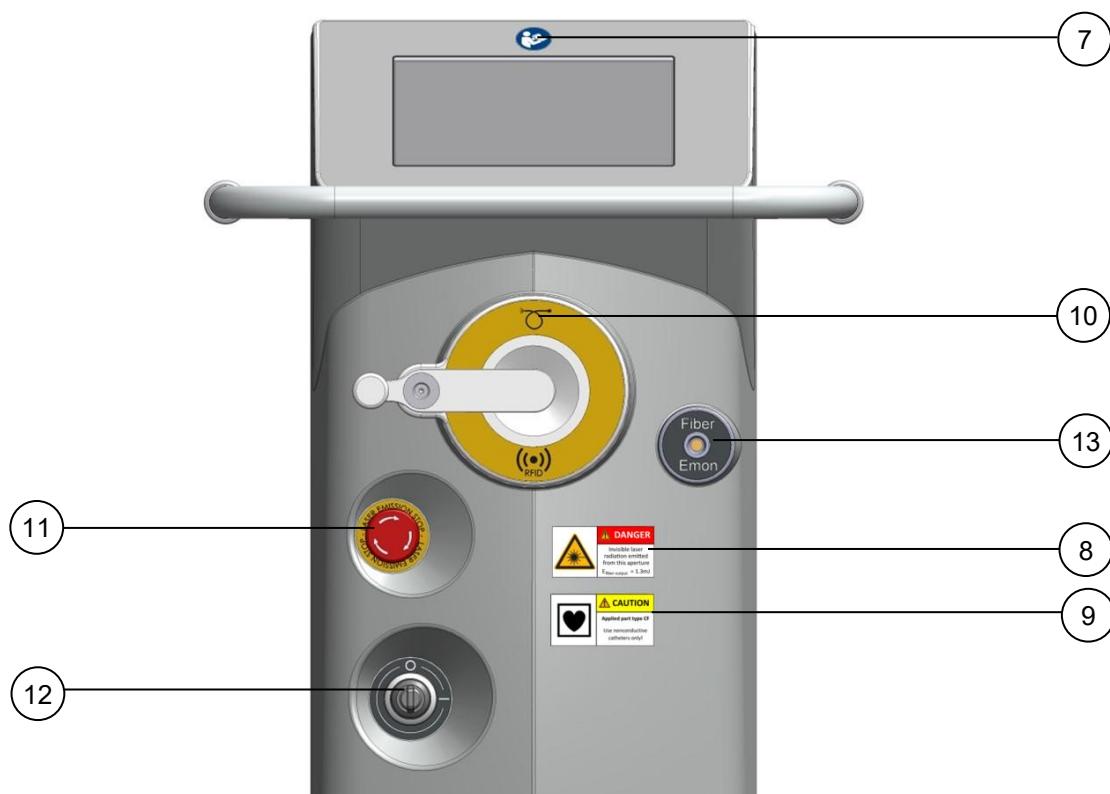

図 2-2：前面図
7.	取扱説明書を参照してください。 ラベルはレーザーの前面、タッチパネルの上部にあります（図 2-2 参照）。
8.	レーザー警告識別標識は、当該位置においてレーザー放射が放出されることを警告するものです。 当該ラベルは、レーザービーム開口部近傍のレーザー装置前面に設置されています（図 2-2 参照）。
9.	除細動耐性 CF 形適用部 CF 形ファイバーのみ接続可能。非導電性カテテルのみ使用可。 本ラベルは、フロントパネル上の該当する接続部の下に表示されています（図 2-2 参照）。
10.	ファイバー接続部 本ラベルは、フロントパネル上の該当する接続部の上に表示されています（図 2-2 参照）。  RFID（無線周波数識別）記号  光ファイバーアプリーケーター
11.	レーザー照射停止表示 本ラベルは、レーザー装置の前面に表示されています（図 2-2 参照）。
12.	キースイッチ位置表示 O = OFF I = ON 本ラベルは、レーザー装置の前面に表示されています（図 2-2 参照）。
13.	ファイバー用エネルギーモニター。 本ラベルは、レーザー装置の前面に表示されています（図 2-2 参照）。